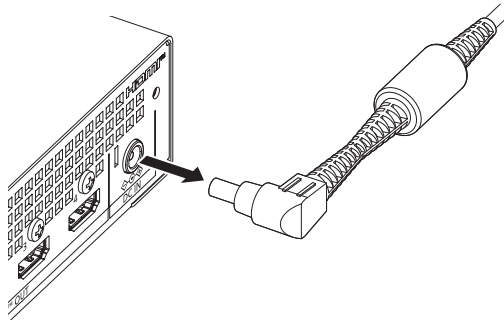

Fig. 2
2) Fest festebraketten for vekselstrømadapteren (fig. 2).
2) Ta ut støpselet (fig. 2).